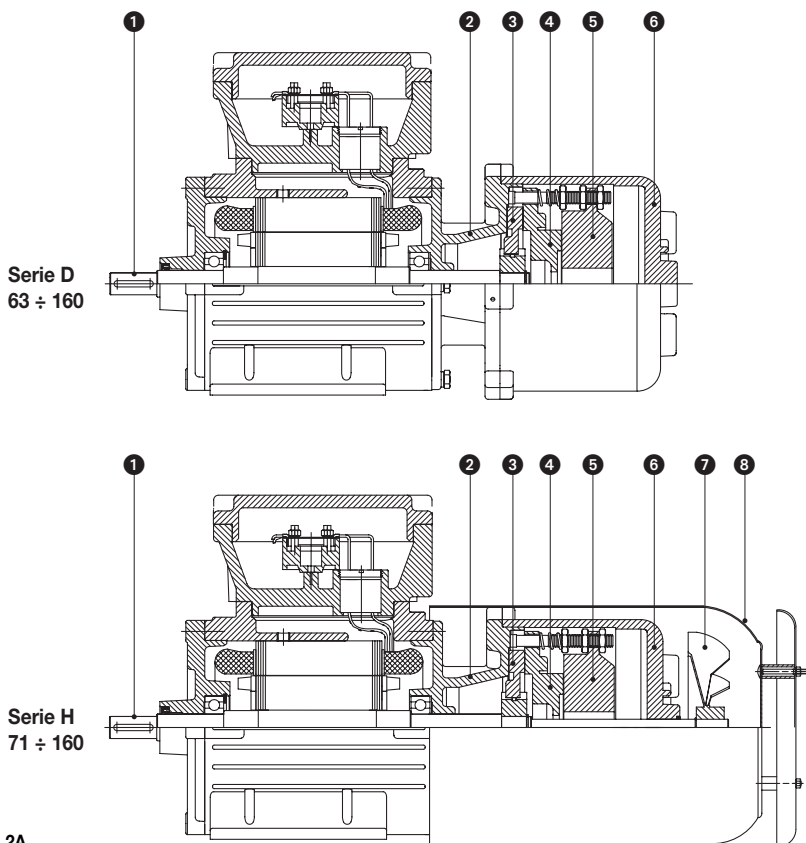

Figura 2A
Per i motori autoventilati (Serie H) (figura 2A) smontare la calotta copriventola ⑧ svitando le viti di fissaggio ed estrarre la ventola ⑦.